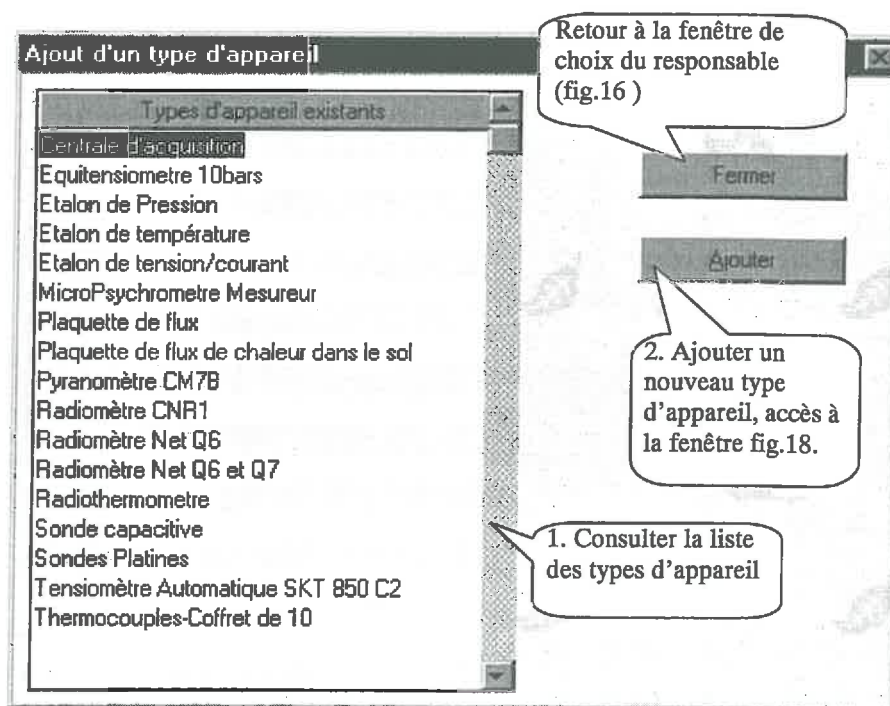

Fig. 17: liste des appareils existants
- La fenêtre suivante apparaît (fig.17):
- La fenêtre de la fig. 17 n'apparaît pas : contacter l'administrateur